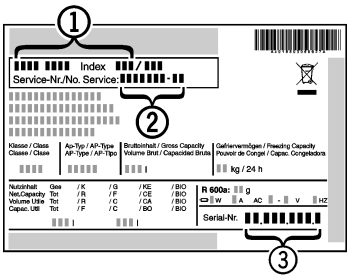

Fig. 9
Denominación del aparato Fig. 9 (1), nº del servicio técnico Fig. 9 (2) y nº de serie Fig. 9 (3) en la placa de identificación. La placa de identificación se encuentra en la parte interior izquierda del aparato.
Informe al servicio postventa e indique el fallo, la denominación del aparato Fig. 9 (1), el nº del servicio técnico Fig. 9 (2) y el nº de serie Fig. 9 (3).